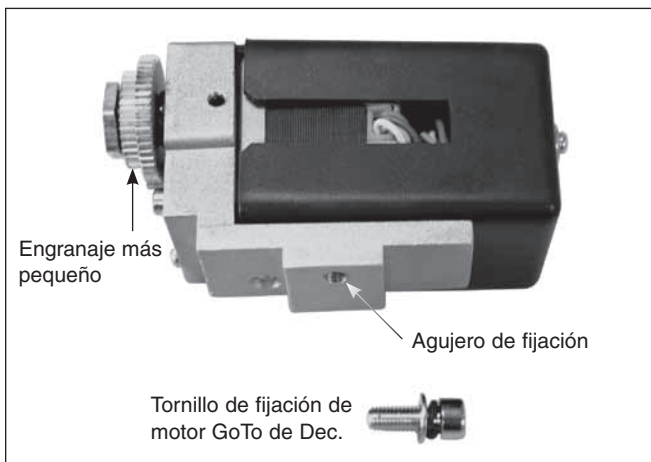
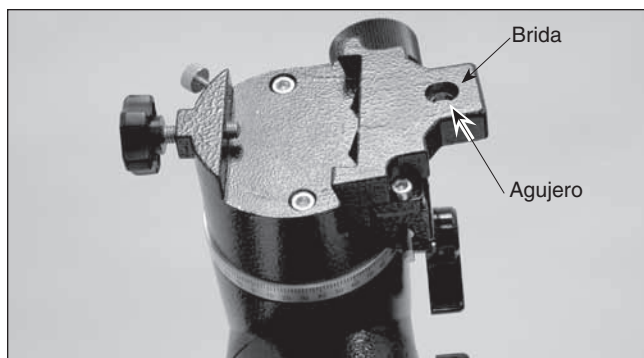
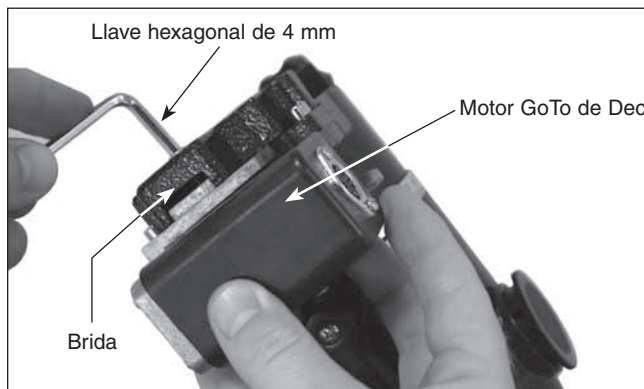

Figura 9. Unidad de motor GoTo de Dec.
Figura 10. Posición de la brida en la montura
Figura 11. Colocación del motor GoTo de Dec.
3. La unidad de motor GoTo de Dec. se identifica por su cuerpo rectangular negro (**figura 9**). Se coloca al lado de la montura ecuatorial con el tornillo de fijación del motor GoTo de Dec. que atraviesa el agujero de la brida que hay en la parte superior de la montura ecuatorial (**figura 10**). La unidad de motor debe colocarse de manera que quede orientada como se muestra en la **figura 11**. Sujete la unidad de motor de manera que su agujero roscado quede alineado con el agujero que hay en la parte superior de la montura. Coloque la arandela plana en el tornillo de fijación del motor GoTo de Dec. Utilice la llave hexagonal de 4 mm para enroscar el tornillo de fijación en el agujero de fijación de la unidad de motor hasta que quede firme, pero no lo apriete demasiado.